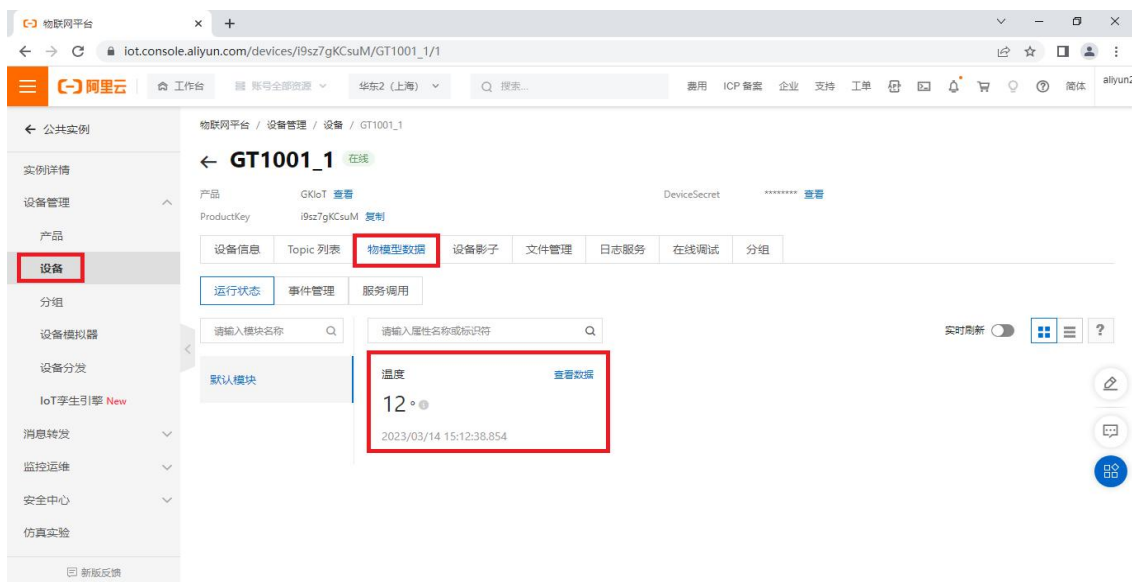

图 14-44 云端服务器接收数据界面
(3) 云端服务器接收数据查看界面，如图 14-44 所示：